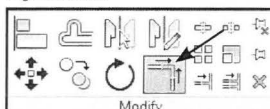

Fig. 09.162. Trim.
- Disse skal redigeres til at være en lukket enhed. Til dette anvendes *Trim* værktøjet (Fig. 09.162).